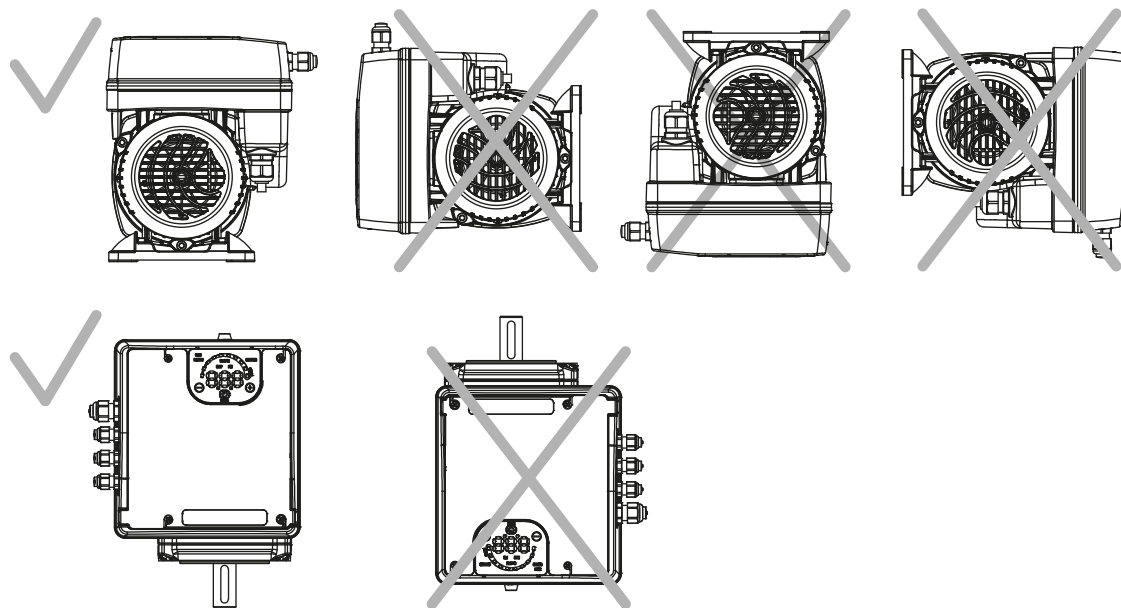

Figure 3: Positions permises
- Positionner l'appareil comme indiqué dans la figure 3.